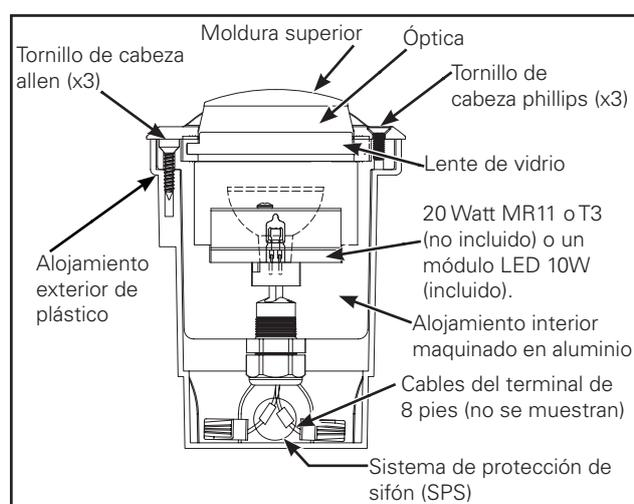

Figura 1.
1. Extraiga los tres tornillos de la moldura superior con la llave allen incluida. Coloque la moldura y los tres tornillos en un lugar limpio y seco. (Figura 1.)